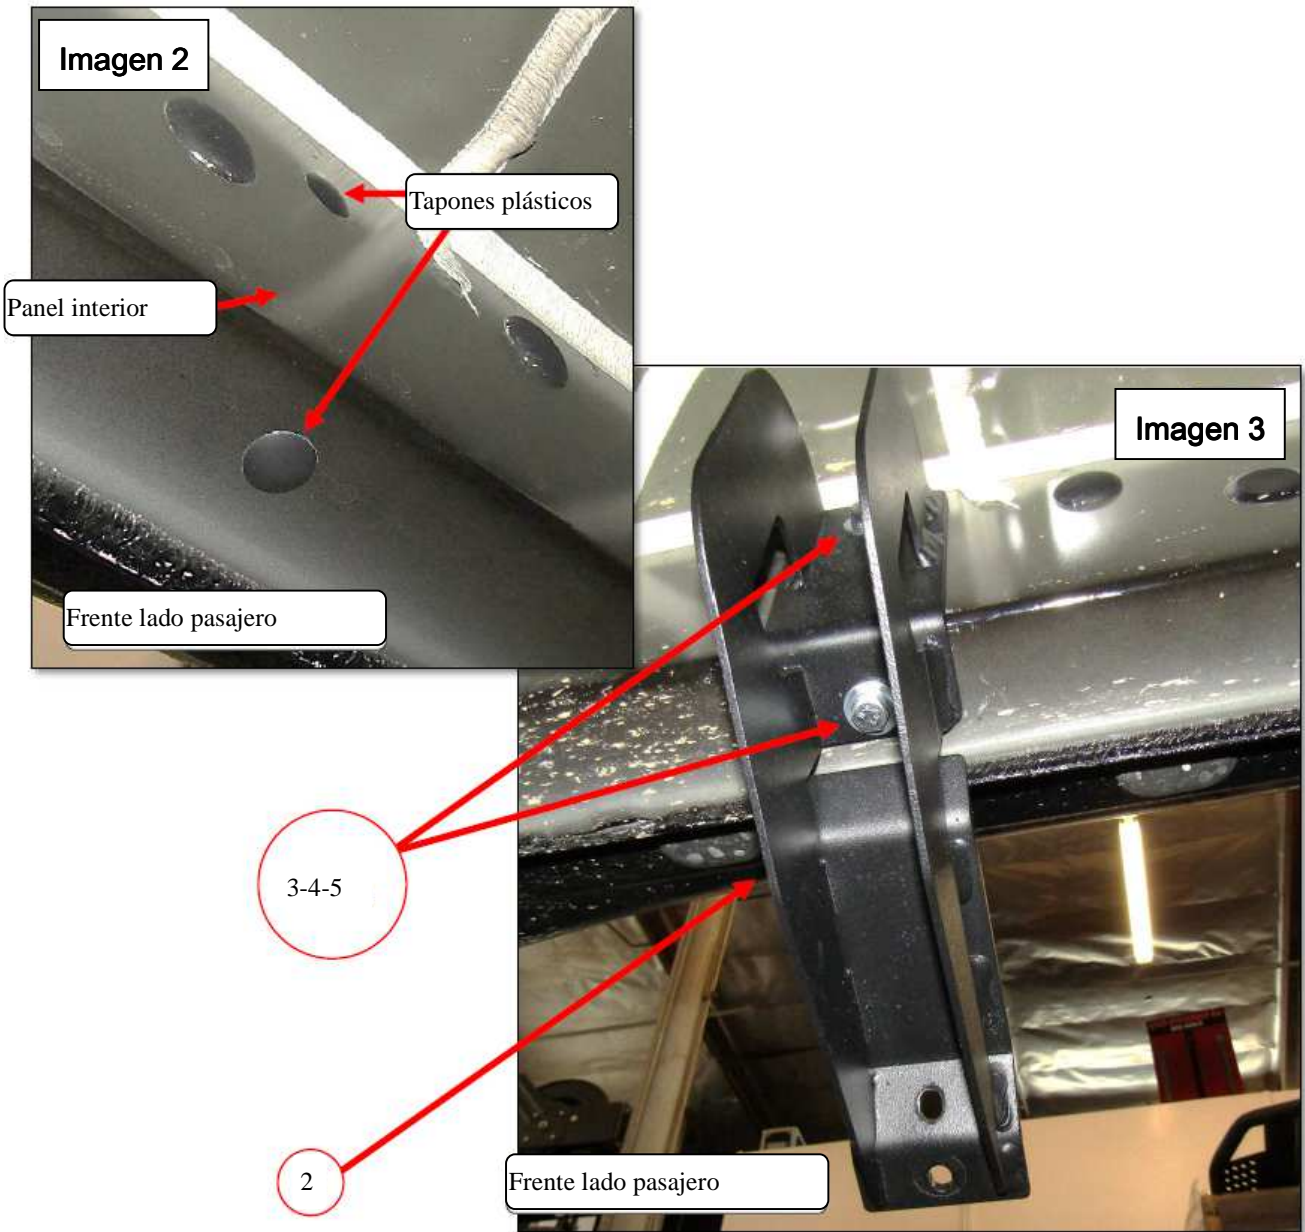

Imagen 1
1. Comience por el lado del pasajero. En el frente del vehículo, localice y remueva los tapones plásticos que cubren la primer serie de barrenos en el panel interior. Imagen 1 y 2. **Nota:** Coloque un bracket en posición para ayudar a determinar los barrenos de montaje que va a utilizar en el panel interior.